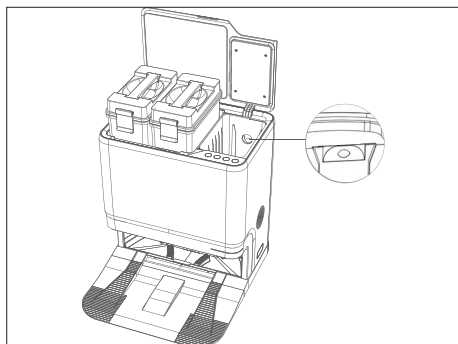

Fig. 16 – Remplacer le sac à poussière
- ▶ Mettez un nouveau sac à poussière en place sur le support du réservoir, comme indiqué (**voir Fig. 16**).